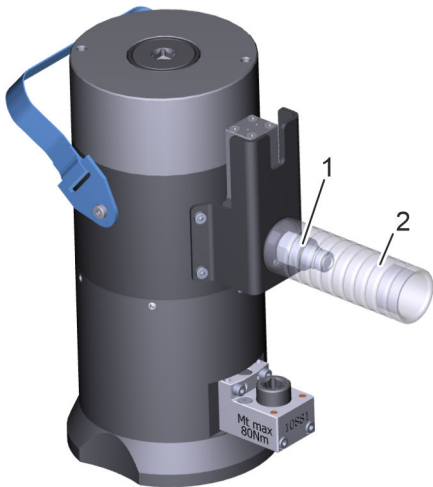

Fig. 20 : dévissage de la poignée de maintien
4. ➔ Pour accéder au connecteur hydraulique (Fig. 20 /1), dévisser la poignée de maintien (Fig. 20 /2).
**13.** ▶ Visser la poignée de maintien (Fig. 20 /2).